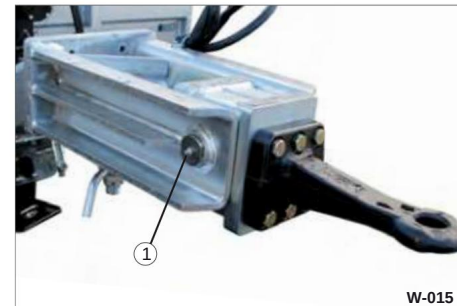

Bild 18 Smörjning av vridaxeln
• Smörj med fettspruta vrid vridaxeln vid smörjnippeln (Bild 18/1) tills fett kommer ut.